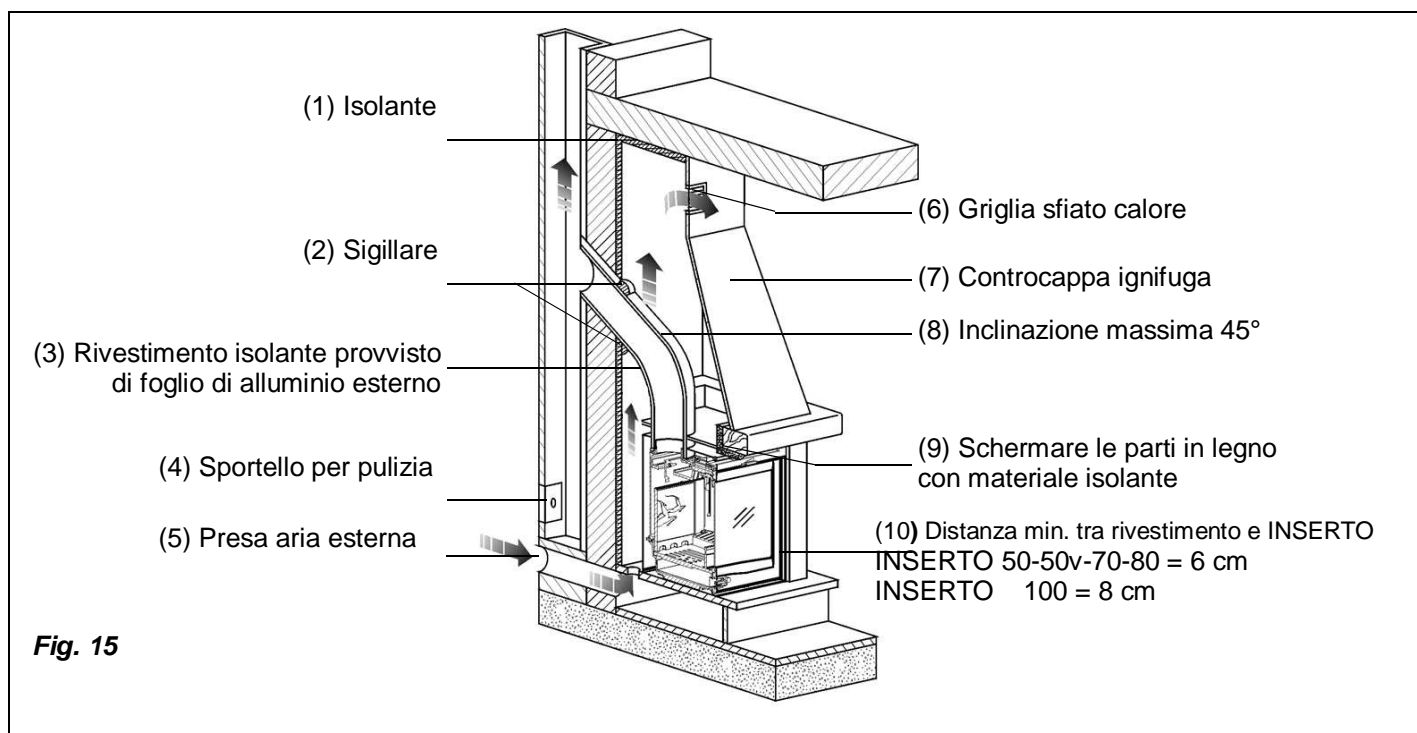

**Fig. 14**
- lasciare sempre un **minimo** di vuoto d'aria tra l'INSERTO e le pareti, laterale e posteriore, come indicato in Fig. 14 e Fig. 15
Prima di posizionare l'inserto nel caminetto preesistente è **indispensabile chiudere la parte alta interna del camino servendosi di una lamiera (opportunamente preforata) o di altro materiale ignifugo che possa sopportare senza danno una temperatura elevatissima.** (v. Fig. 14)